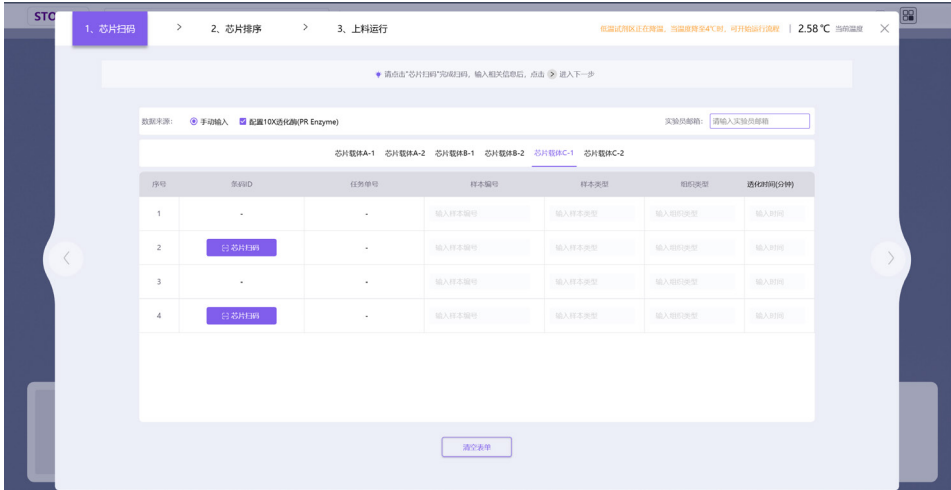

图 3-19 STOmics 软件芯片信息录入界面
- b. 信息录入：点击流程运行后，进入“芯片扫码”界面。选择即将上料的芯片将要使用的对应反应模块，录入实验信息，包括芯片 ID、样本编号、样本类型、组织类型、透化时间及实验员邮箱。图 3-19 展示的是芯片载体 C-1 的录入页面；
把载具放置在外置扫码器上，让扫码窗口对准芯片背面的 ID 码（图 3-22，图 3-23），点击软件界面中的“芯片扫码”按钮（图 3-19），便可以读取芯片背面的编号，机器读取到的编号会显示在软件中。扫描的时候注意，载具上面的芯片位置号（2 号和 4 号）需要和软件界面中的序号保持一致。